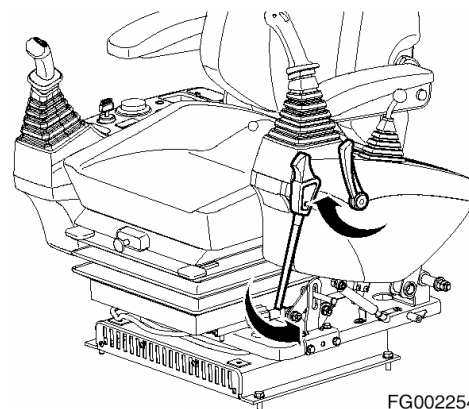

Figura 6
6. Almacene el acoplamiento delantero en la posición "Transporte" y fije la Función Bloquear en la posición "TRANSPORTE". (Consulte Figura 6~8).